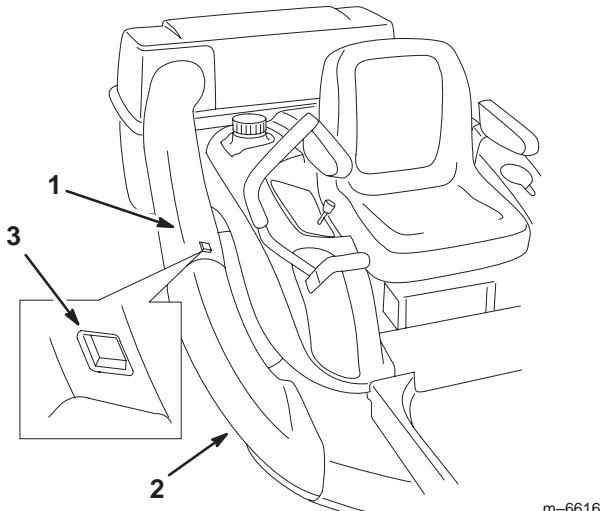

Bild 13
3. Schieben Sie das Auswurfrohr in die Öffnung im Heckfangsystem (Bild 13).
4. Schieben Sie das Auswurfrohr auf das Ende des Auswurfkanals. Achten Sie darauf, dass die Lasche am Auswurfkanal in das rechteckige Loch am Auswurfrohr einrastet (Bild 13).
1. Drücken Sie die Lasche am Auswurfkanal und ziehen Sie das Auswurfrohr vom Kanal und Heckfangsystem ab (Bild 13).